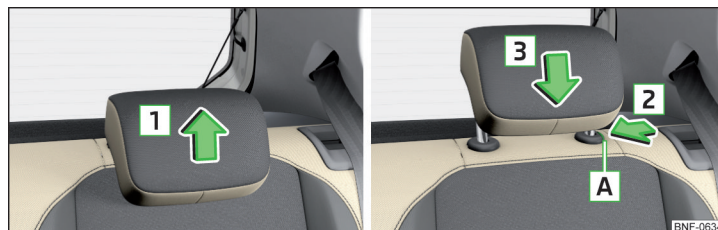

Fig. 55 Ajustar la altura del reposacabezas atrás
- Tomar el reposacabezas y desplazarlo **hacia arriba** en sentido de la flecha **1** » **fig. 55.**